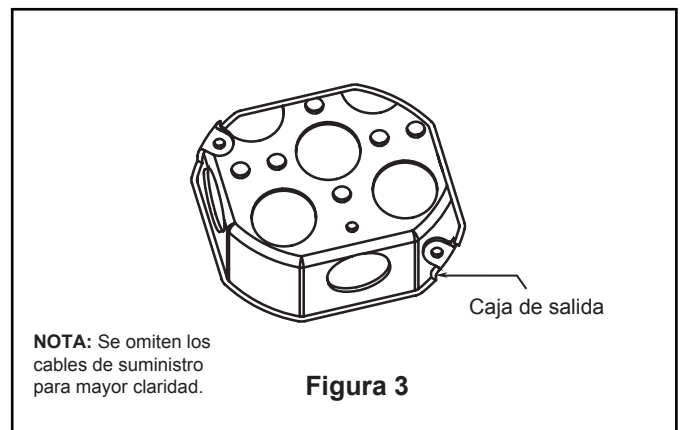

Figura 3
Uso del soporte (Figura 3)
1. Ajuste bien la caja de conexiones del techo apta para soporte de ventilador en la estructura armada. La caja de conexiones no se suministra con el ventilador. (Figura 3)
3. Monte el la tapa de acero en la unidad del motor girándolo en el sentido de las agujas del reloj. (Figura 3)
- 3.** Para que el ventilador sea funcional, instale las pila (incluidas) de 23A/12V en el transmisor del mando a distancia. Mientras el ventilador esté apagado. A continuación, siga el proceso de fijación remota de código. Si no se utiliza el ventilador durante un largo periodo de tiempo, extraiga la batería para evitar cualquier daño al transmisor. Almacene el mando a distancia en un lugar alejado del calor o la humedad excesiva. (Figura 3)